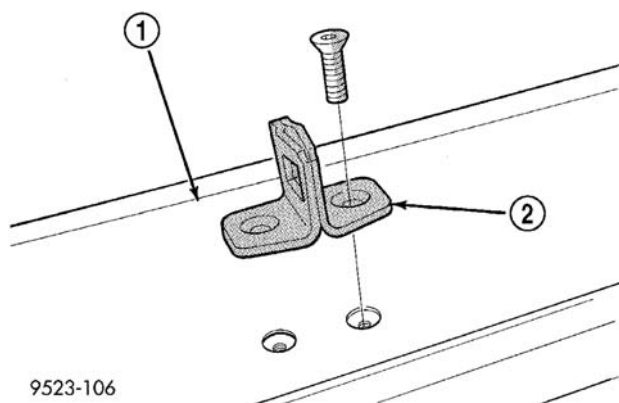

图3 举升门锁闩碰舌
- (1) 打开举升门。
- (2) 在门槛上画出门锁碰舌的标线，以利安装。
- (3) 拆卸将碰舌固定至门槛的螺钉（图 3）。
- (4) 自车辆拆下碰舌。